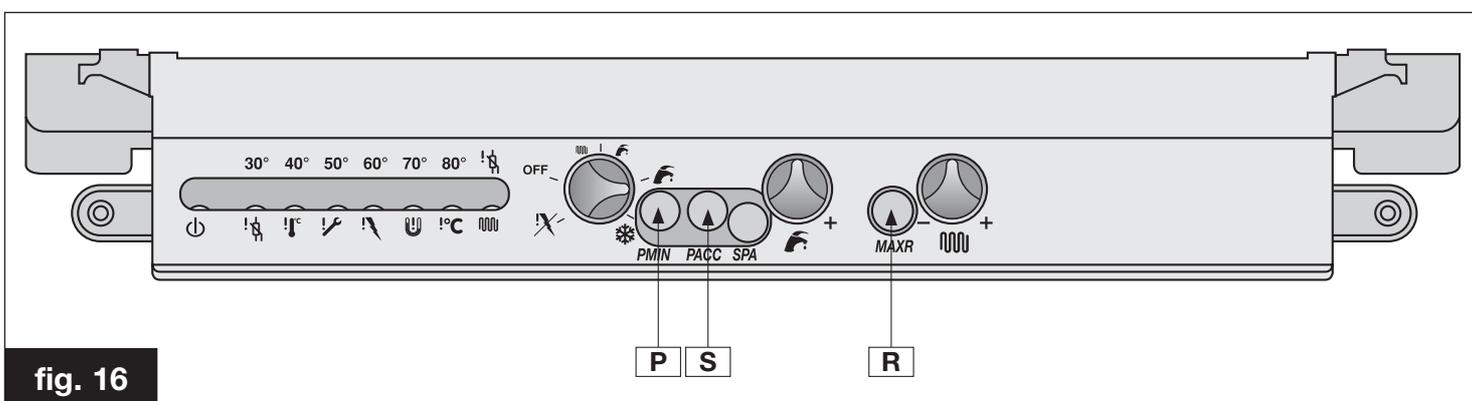

fig. 16
- posizionare il regolatore della potenza termica R (vedi fig. 16) al MASSIMO (ruotarlo in senso ORARIO dopo aver tolto il tappo);
- portare il trimmer P ACC (S in fig. 16) in posizione intermedia (dopo aver tolto il tappo) e, dopo essere usciti dalla funzione spazzacamino, verificare che l'accensione del bruciatore avvenga in modo corretto e silenzioso: diversamente aumentare o diminuire il valore della potenza di accensione agendo sempre sul trimmer P ACC (ruotare in senso orario per aumentare, in senso antiorario per diminuire);